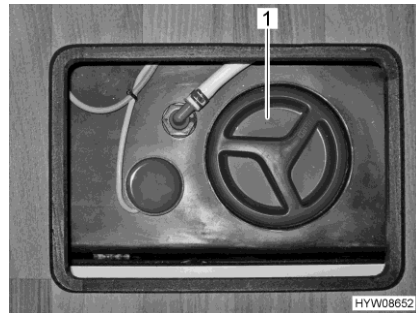

Fig. 176 Ouverture de nettoyage (réservoir d'eaux usées)
- Ouvrir l'ouverture de nettoyage (Fig. 176,1) du réservoir d'eaux usées et le robinet de vidange.